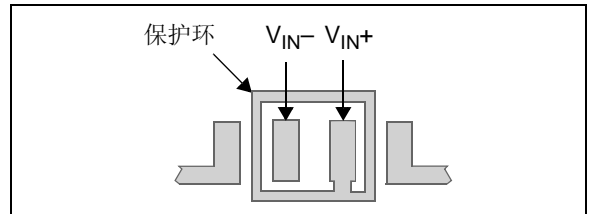

图 3-7: 保护环布局实例
要减小电路板表面泄漏电流，最简单的方法是在敏感的引脚（或走线）外围设置保护环。保护环的偏置电压与敏感引脚的偏置电压相同。图 3-7 所示为这种布局的一个实例。
1. 对于反相增益（图 3-7）和跨阻抗增益放大器（将电流转换为电压的放大器，如光电检测器）：